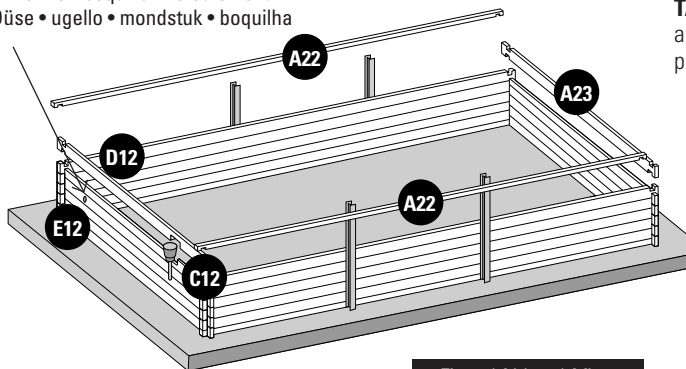

Fig. 4 / Abb. 4 / Afb. 4
**EN Skimmer:** • Place the specific boards of the skimmer facing the prevailing winds. Boards (C12) and (D12) will always be placed over a panel starting by board (A23) (figure 4). • The skimmer will not be stable until the pool is filled. **The skimmer (with its flap) is fitted as the same time as the finishing board.**
**FR Skimmer:** • Placez les madriers spécifiques au skimmer face aux vents dominants. Les madriers (C12) et (D12) se positionnent toujours sur un pan commençant par un madrier (A23) (figure 4). • Tant que le bassin n'est pas rempli, le skimmer ne sera pas stable. **Le skimmer (avec son volet) s'emboîte en même temps que le madrier de finition.**
**NL Skimmer:** • Plaats de planken die specifiek voor de skimmer zijn met het gezicht op de overheersende windrichting. De planken (C12) en (D12) worden altijd op een paneel geplaatst en er wordt begonnen met plank (A23) (afbeelding 4). • Zolang het zwembad niet is gevuld, zal de skimmer niet stabiel zijn. **De skimmer (samen met zijn afsluiter) wordt op het zelfde moment ertussen gezet als de plank voor de afwerking.**